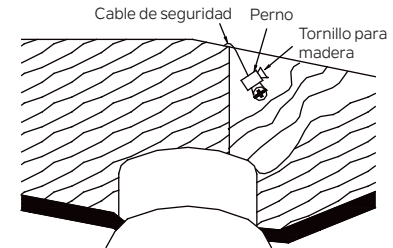

Figura 7
Paso 2. Inserte el cable de seguridad a través del soporte de montaje y uno de los orificios de la caja de salida en el techo. Ajuste la longitud del cable de seguridad para alcanzar el tornillo y las arandelas tirando del cable adicional a través de la abrazadera del cable hasta que la longitud total sea la correcta, vuelva a colocar el extremo del cable a través de la abrazadera del cable, formando un bucle en el extremo del cable. Apriete firmemente la abrazadera del cable. Ahora, coloque el lazo en el extremo del cable de seguridad sobre el tornillo para madera y debajo de la arandela. Apriete firmemente el tornillo para madera. (Figura 7)